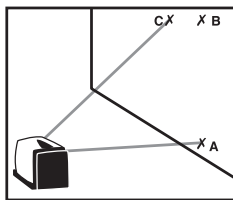

Fig. 10
5. Girar o LM30 em 180°, alinhar o raio com o ponto "A", nivelando-o se necessário (Fig. 10).